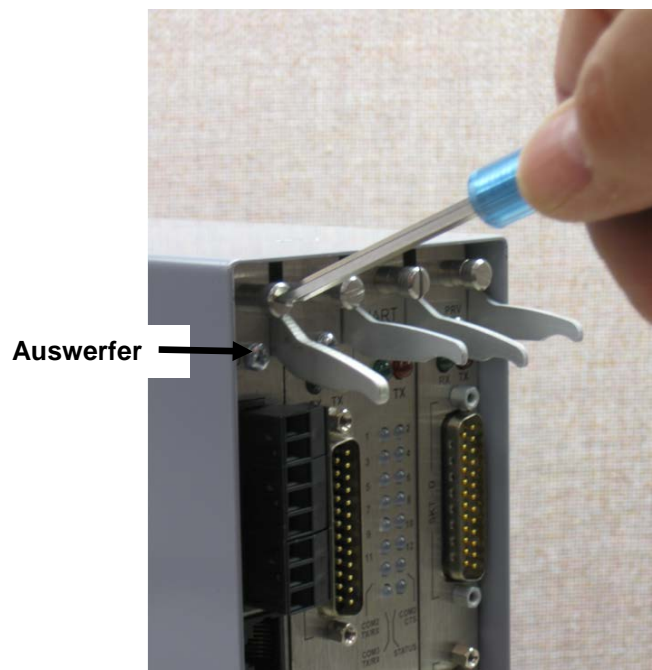

Abbildung 2-8. Lösen der Halteschrauben
2. Lösen Sie die Halteschrauben, bevor Sie versuchen, ein Modul zu entfernen. Dadurch werden Schäden an den Auswerfern vermieden (siehe *Abbildung 2-8*).